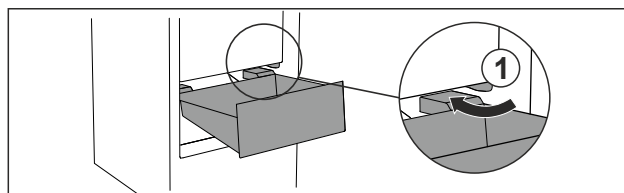

Fig. 18
- ▶ Lade schuin rond de stoppers Fig. 18 (1) leiden.